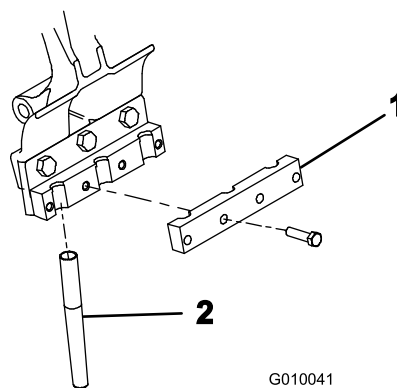

Figura 25
4. Instale provisionalmente una abrazadera de taladros en cada portataladro con 4 pernos de 3/8 x 1-1/2 pulgadas (Figura 25). No apriete los pernos.